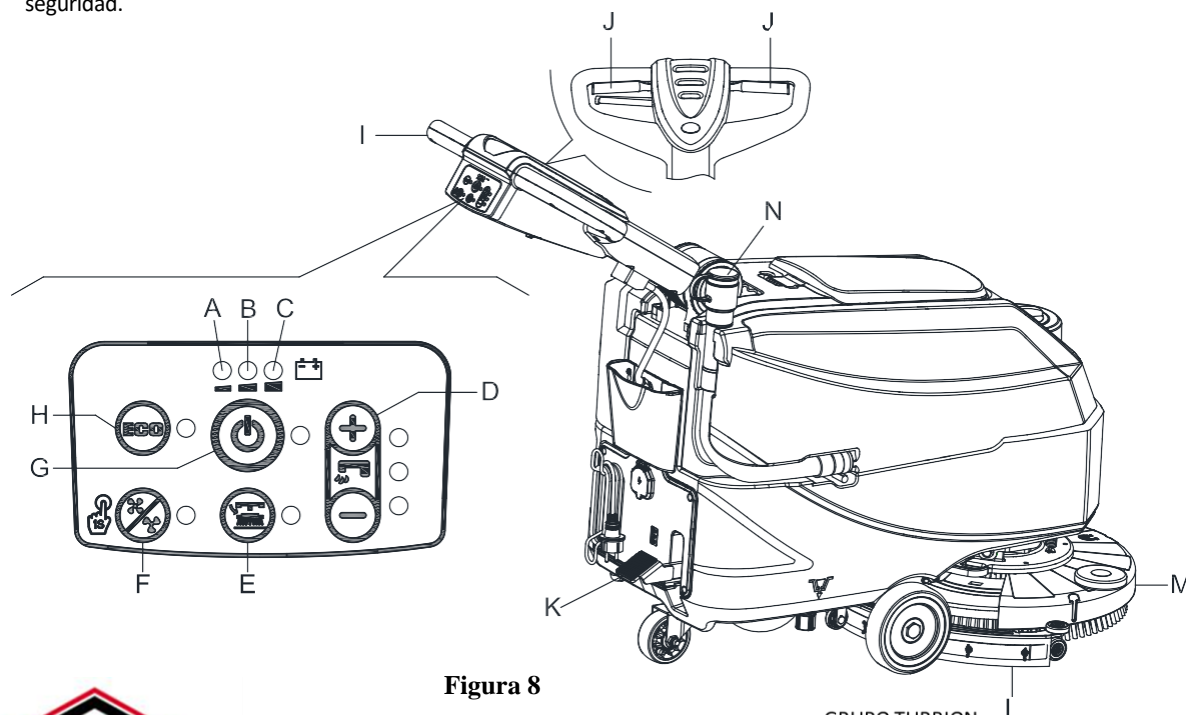

Figura 8
2. Empuje la máquina hacia la zona que se quiere limpiar, empujándolo con las manos el manillar (I, Figura 8).
3. Baje el cabezal del cepillo/porta-pad (M, Figura 8) y la boquilla (L) levantando el pedal (K).
4. Pulse el interruptor de arranque (G, Figura 8). Compruebe si la luz de advertencia verde (C) se ilumina (batería cargada). Si se ilumina la luz de advertencia amarilla (B) o roja (A), cierre el interruptor de encendido (G, Figura 8) y cargue las baterías (consulte el procedimiento en el capítulo Mantenimiento).
5. Pulse los interruptores de control del flujo de agua de lavado (D, Figura 8), según sea necesario, dependiendo del tipo de limpieza a realizar.
6. Empiece a limpiar empujando la máquina con las manos usando el manillar (I) y presionando la palanca del interruptor de seguridad.
Para la marcha adelante, pulse la palanca del interruptor de seguridad (J, Figura 8) derecha o izquierda, o ambas.
2. Mientras mantiene ambas manos en el manillar, presione la palanca del interruptor de seguridad (J, Figura 8), después maniobre la máquina e inicie el fregado/secado del suelo.
Cuando la luz de advertencia verde (C, Figura 8) permanece encendida, las baterías permiten el funcionamiento normal de la máquina. Cuando se apaga la luz de advertencia verde (C) y se enciende la luz de advertencia amarilla (B), es aconsejable cargar las baterías porque la carga remanente durará solo unos pocos minutos (según las características de la batería y la tarea a realizar). Si la luz roja de advertencia (A) está encendida, las baterías están completamente descargadas. Después de unos segundos, el cepillo/porta-pad se apaga automáticamente.
Si el sistema de aspiración se apaga accidentalmente (por ejemplo, cuando el flotador se activa debido a un movimiento brusco de la máquina), para reanudar la operación: apague el sistema de aspiración pulsando el interruptor (G, Figura 8), a continuación, abra la tapa (A, Figura 10) y compruebe que el flotador dentro de la rejilla (B) ha bajado al nivel del agua. Luego cierre la tapa (A) y ponga en marcha el sistema de aspiración pulsando el interruptor (G, Figura 8).
2. Levante el cabezal del cepillo/porta-pads (M, Figura 8) y la boquilla (L) pisando el pedal (K).
4. Vacíe el depósito de recuperación con el tubo (N, Figura 8). Luego, enjuague el depósito de recogida (C, Figura 10) con agua limpia.